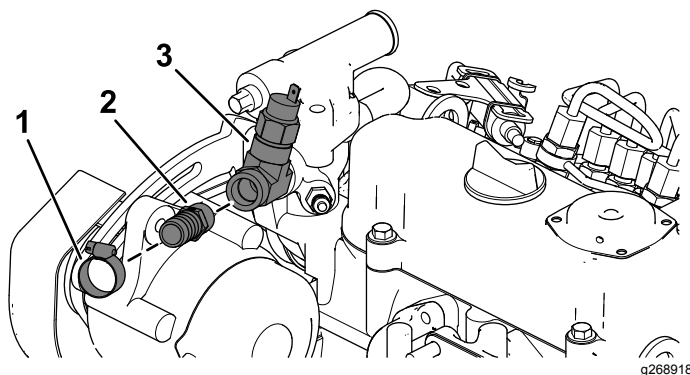

Figura 16
- D. Instale la manguera (3/8") y el acoplamiento del adaptador (5/8") con abrazaderas (Figura 16).